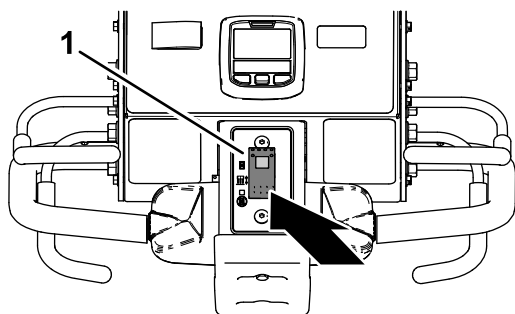

Bild 93
- Drücken Sie den unteren Teil des Absenkschalters (Bild 93) in die SOFORTIGES ABSENKEN-Stellung.